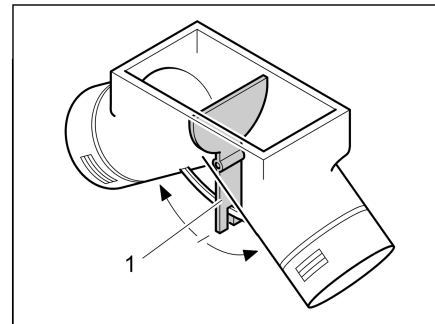

Fig. 111 Ventilateur à air pulsé, vanne de réglage en position intermédiaire
En position intermédiaire, l'air chaud se répartit uniformément sur les deux sorties à air chaud. Le levier de commande (Fig. 111,1) pour la vanne de réglage est installé sous le portillon de la penderie.
- Pousser le levier de commande (Fig. 111,1) dans le sens de la flèche jusqu'à obtention de la position désirée.